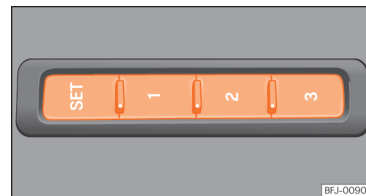

Рис. 79 Зовнішня боковина сидіння водія: клавіші пам'яті настрій
- Увімкніть нейтральну передачу (N).
- Натисніть і тримайте клавішу **SET** понад секунду >>> **рис. 79**.